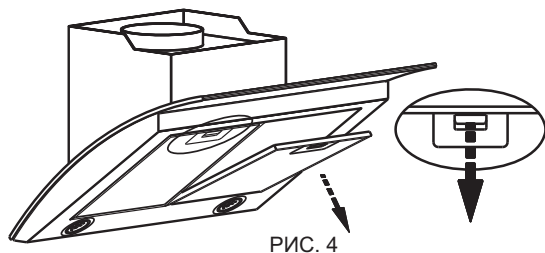

РИС. 4
- снимите фильтр (рис.4), отверните винты-барашки;
- перед установкой зонта снимите алюминиевые фильтры, для этого нажмите на пружинный замок фильтраи потяните его вниз и на себя (рис. 4);